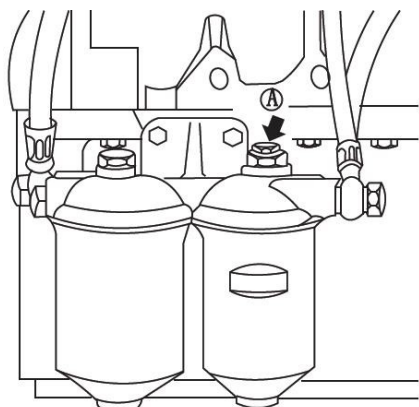
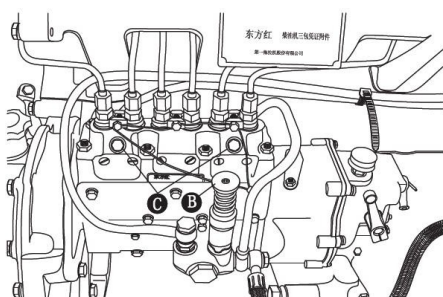

Fig. 5-33 Filtro de combustível
Fig. 5-34 Bomba injetora de combustível
Durante o desligamento prolongado do trator, ao substituir o elemento de filtro de combustível, ou quando o tanque de combustível estiver vazio, o ar pode entrar na tubulação de combustível. O ar no sistema de combustível dificultará a partida do motor diesel; portanto encha o tanque de combustível e execute as etapas a seguir para solucionar os problemas quando o interruptor do circuito de óleo ⑧ estiver ligado (consulte a fig. 4-7). Afrouxe o parafuso de purga de ar ④ do filtro de combustível (veja a fig. 5-33), acione o botão de purga da bomba manual ⑥ para cima e para baixo (veja a fig. 5-34) até que o combustível saia pelos orifícios do parafuso e não haja bolhas e reaperte o parafuso ④ (veja fig. 5-33); repita ③ o procedimento ⑥ de purga até que não haja mais bolhas de ar e volte a apertar o parafuso ④ (veja a fig. 5-34).